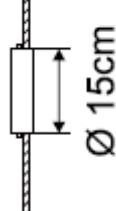

Fig. 5
- Instalación de la manguera de aire de escape con un paso de pared: Por favor, taladre un agujero en una pared exterior. Asegúrese de que se respeten las dimensiones MÍN/MÁX para el tamaño del orificio y su posición (ver Fig. 5 y 6). Por favor, introduzca el adaptador suministrado con la tapa para la abertura en la pared en el agujero y conecte el adaptador a la manguera de escape. Cuando la unidad no está en uso, puede cubrir el orificio con la tapa del adaptador.